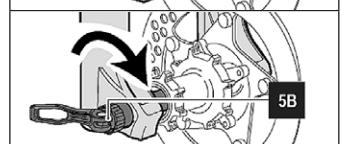

Рис. 5
- Установите колесо таким образом, чтобы ось совпадала с крепежами вилки (См. 5A Рис. 5).
- Начните установку оси с правого зажима колеса. (См. 5A Рис. 5).
- При открытом рычаге эксцентрика тую затягивайте ось по часовой стрелке (См. 5B Рис. 5).
Таким образом, колесо правильно зафиксировано в вилке. (См. 5C Рис. 5).
- Убедитесь, что рычаг находится в нужном положении, что обеспечивает правильное крепление оси, и что она не станет причиной проблем во время использования. (См. 5C Рис. 5).